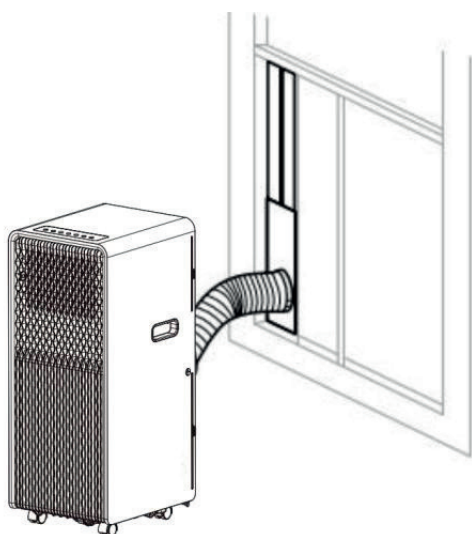
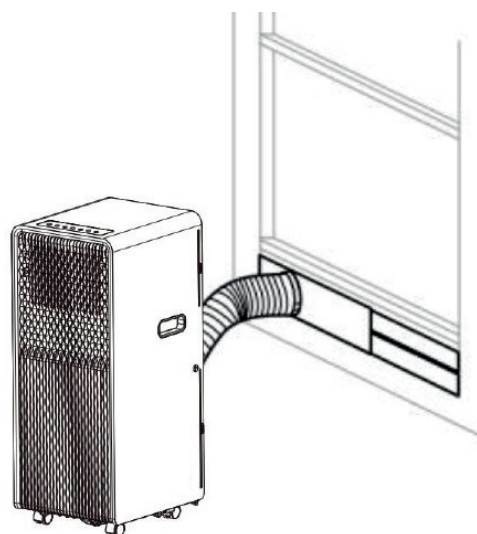

Fig. 2
Fig. 2a
- 2) Comme le montrent les Fig. 2 et Fig. 2a, installez le tuyau d'évacuation et réglez correctement la position de la fenêtre.